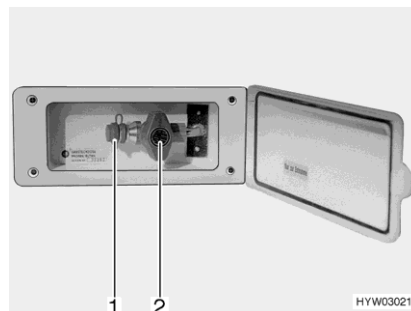

Bild 133 Externer Gasanschluss
- Externes Gasgerät an der Anschluss-Stelle (Bild 133,1) anschließen.
- Das Gasabsperventil (Bild 133,2) öffnen.